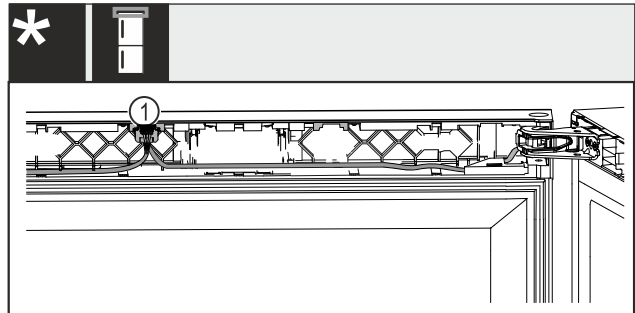

Fig. 41 Combiné compartiment à vin/congélateur
- Enclencher le connecteur Fig. 41 (1) dans le guide. Pour tous les appareils :